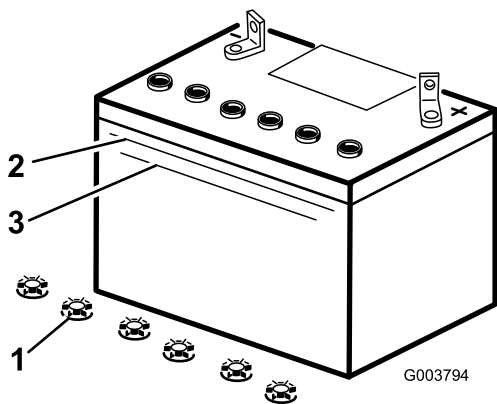

Рисунок 38
2. Посмотрите на боковую стенку аккумулятора. Уровень электролита должен доходить до линии Upper (Верхний) (Рисунок 38). Следите за тем, чтобы уровень электролита опустился ниже линии Lower (Нижний) (Рисунок 38).
3. Снимите крышки заливных горловин аккумулятора (Рисунок 38).
4. Медленно залейте дистиллированную воду во все банки аккумулятора до тех пор, пока уровень электролита не дойдет до линии Upper (Рисунок 38) на корпусе аккумулятора.
5. После заполнения банок аккумулятора подождите пять или десять минут. В случае необходимости добавьте дистиллированную воду, пока уровень электролита не дойдет до линии Upper (Рисунок 38) на корпусе аккумулятора.